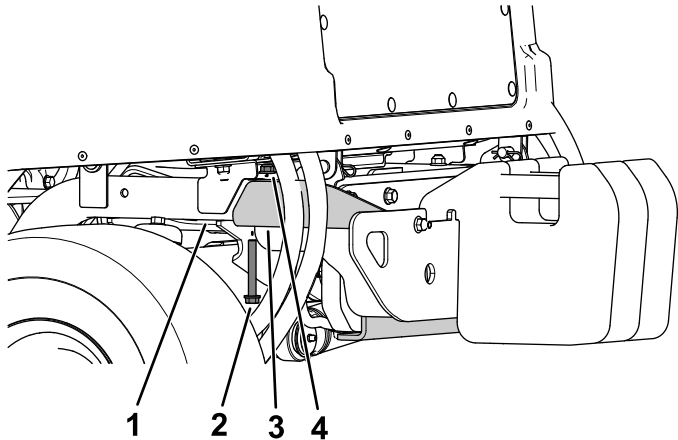

Figura 21
1. Retire el perno con arandela prensada ($\frac{3}{8}$ " x $2\frac{3}{4}$ ") y la tuerca con arandela prensada ($\frac{3}{8}$ ") que fijan el parachoques al bastidor de tubo trasero a cada lado del parachoques (Figura 21).